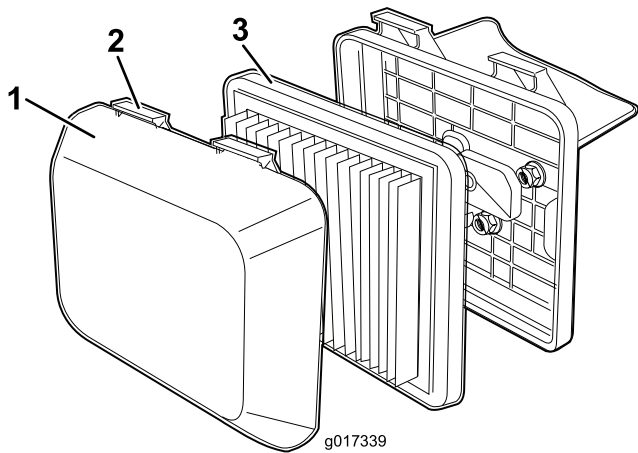

Figura 20
1. Premete verso il basso le linguette di chiusura del coperchio del filtro dell'aria (Figura 20).
3. Togliete il filtro (Figura 20).